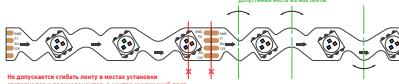

Рис. 1. Допустимые места изгиба ленты
- Подключите ленту в соответствии со схемой (рис. 1). Соблюдайте полярность подключения и направление передачи сигнала (вход/выход). Обращайте внимание на маркировку, нанесенную на печатную плату, и на цвета соединительных проводов.
- Максимальный угол изгиба на плоскости 90 °C. Сгибать ленту можно только в обозначенных местах (рис. 1).